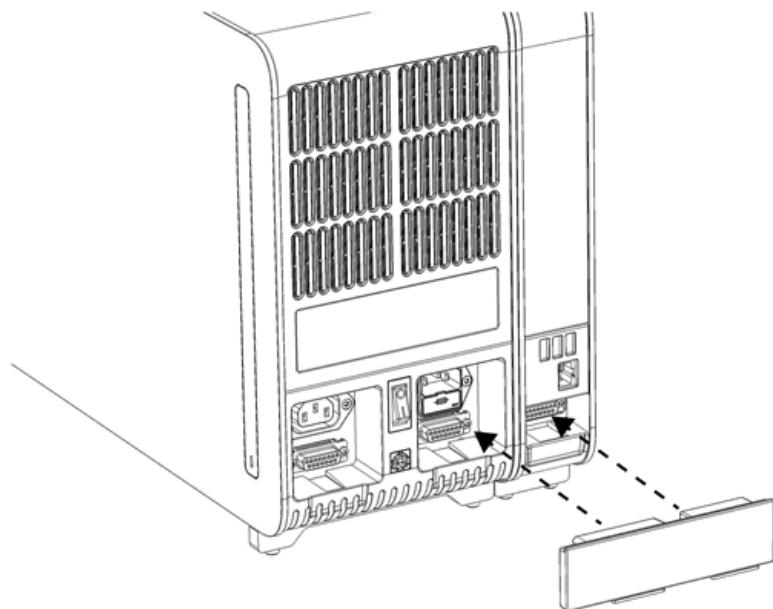

Abbildung 8. Anschließen des Analyse-/Betriebsmodul-Verbindungsstücks.
5. Schließen Sie das Analyse-/Betriebsmodul-Verbindungsstück an der Rückseite des QIAstat-Dx Analyzer 2.0 an, um das Betriebs- und das Analysemodul miteinander zu verbinden (Abbildung 8).